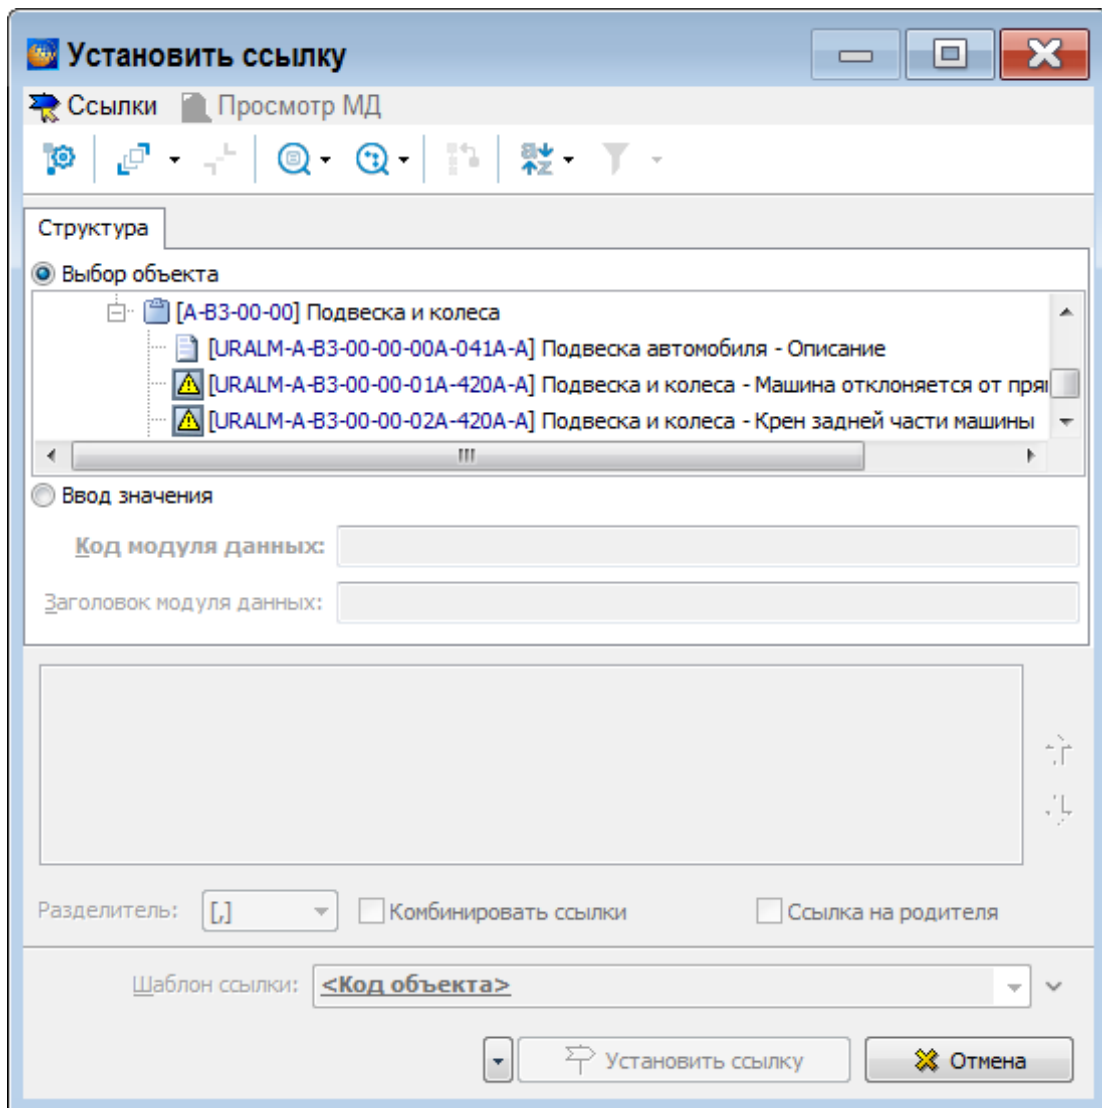

Рисунок 270
4) Выберите версию публикации и нажмите на кнопку **Выбрать**. После этого произойдет возврат в окно **Установить ссылку** (рисунок 270).
5) В окне **Установить ссылку** разверните структуру публикации (рисунок 270).